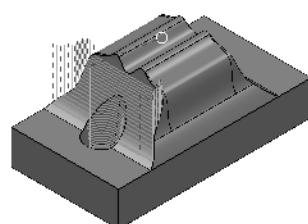

图 2-138 生成的刀具路径
9) 在“直线投影精加工”对话框中单击“应用”按钮和“接受”按钮，确定参数并退出对话框，生成的刀具路径如图 2-138 所示。